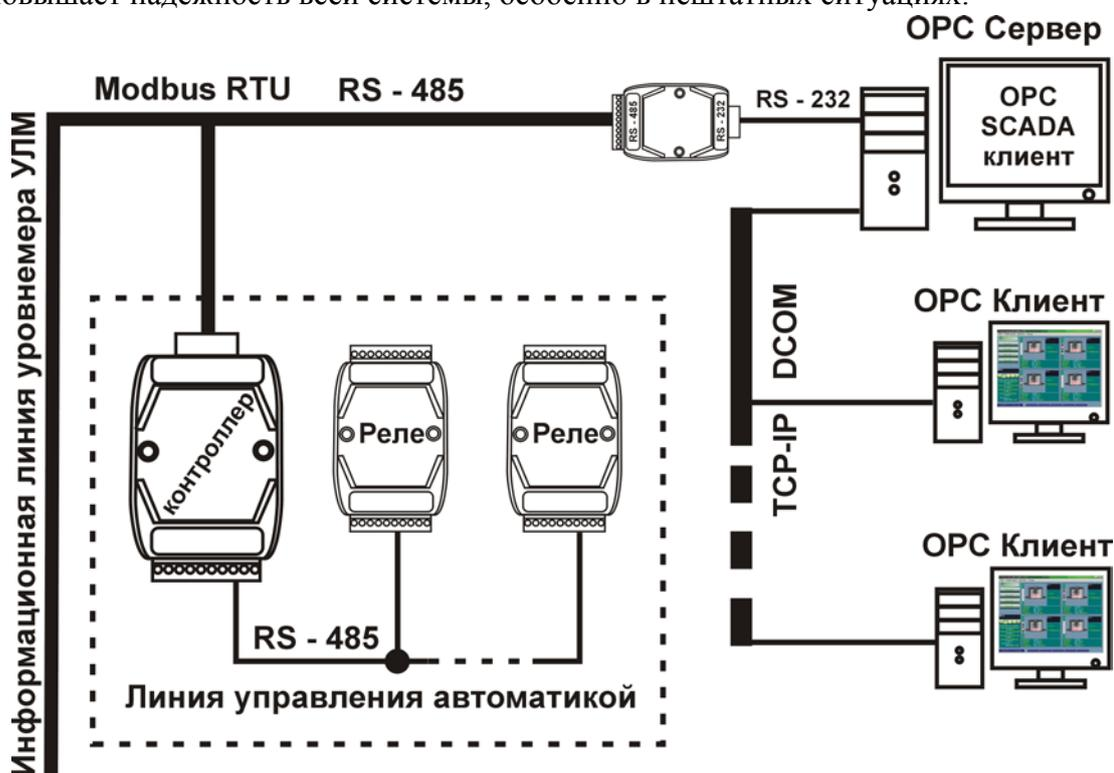

Рис.17.2. Интеграция уровнемеров УЛМ в АСУТП с контроллером «Лимако».
17.2. Система на рис.17.2 аналогична описанной выше, но оснащена собственным блоком автоматике под управлением контроллера «Лимако». Программа Limaco OPC Server поддерживает работу с контроллером «Лимако» в такой конфигурации. Каждому резервуару со-